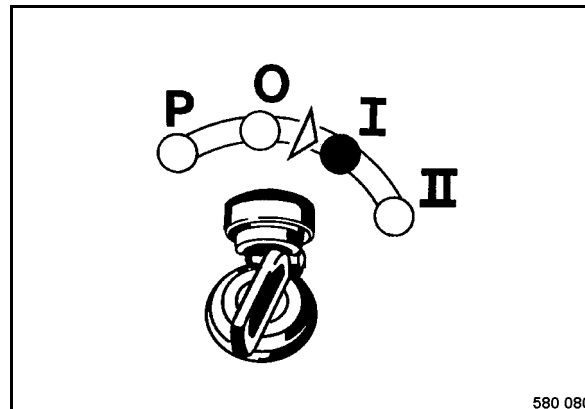

Fig. 70
- Girar la llave de encendido (Fig. 70) a posición „I“.